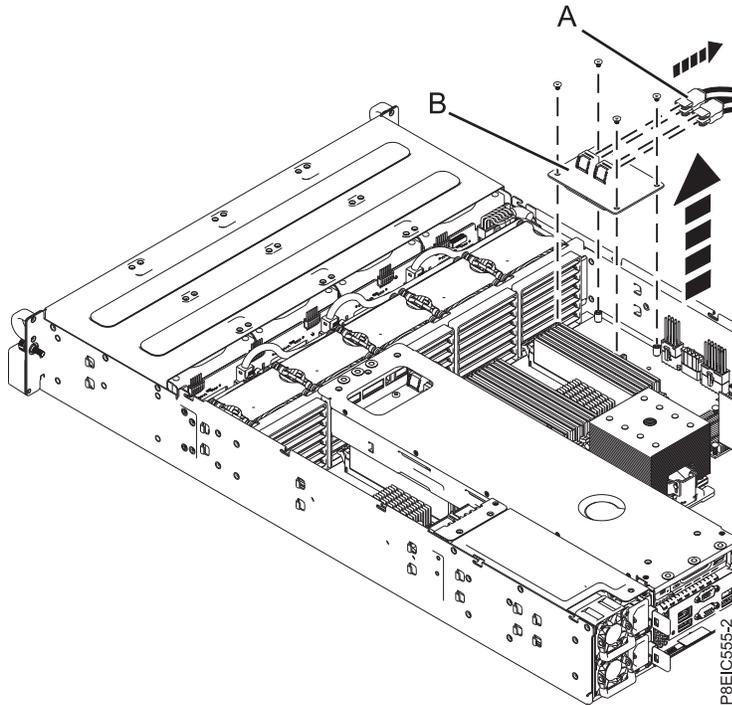

Figura 40. Removendo a Placa de mezanino de armazenamento
4. Solte e remova os quatro parafusos que prendem o Placa de mezanino de armazenamento (B) para o painel traseiro do sistema, em seguida, remova o Placa de mezanino de armazenamento, conforme mostrado na Figura 40 na página 35.